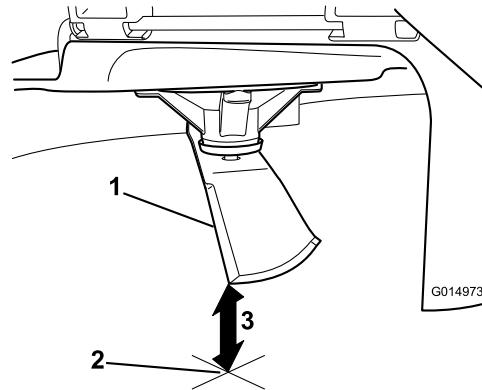

Figura 67
5. Mida desde la punta de la cuchilla hasta la superficie plana (Figura 67).